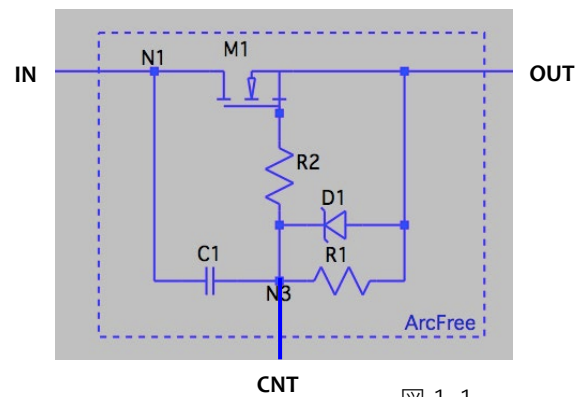
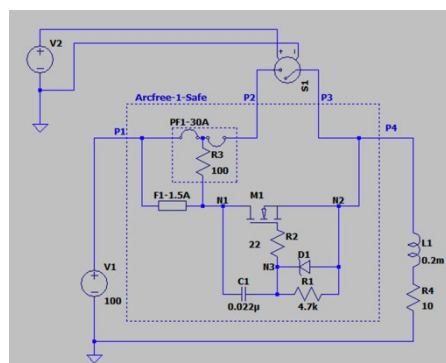

図 1-1
図 2-1
図 1-1 は Arcfree 回路で MOSFET(M1)と抵抗(R1)、キャパシター(C1)により積分回路を構成する。ツェナーダイオード(D1)は M1 の G-S 間が 15V 以上にならないよう保護する目的と、同時に C1 にチャージされた電荷をディスチャージする回路として働く、R2 は同じくゲート保護用途の抵抗で R1 に対し十分に小さい値としている。
- 図 1-1 や図 2-1 における MOSFET(M1)の選定において、絶対最大定格は遮断時にはサージ電圧がどの程度発生するかを考慮し M1 の絶対最大定格決めるが、積分時間を長くすると遮断によるサージは少なくなるため、おおよそ遮断電圧の 1.5 倍程度を基準にする。
- 図 2-1 は M1 が故障した場合の保護ヒューズを組み込んだ回路で負荷が過大になり遮断電力が M1 の全損失を上回り熱暴走による破壊が起きた場合の主回路遮断を行う仕組みで、通常の遮断による積分電流は短時間しか流れないため F1 の遅延ヒューズは溶融しないが故障時は流れ続けるため溶融し、その後 PF1 の R3 に電流が流れその発熱で PF1 が溶融し回路が遮断される構造である。